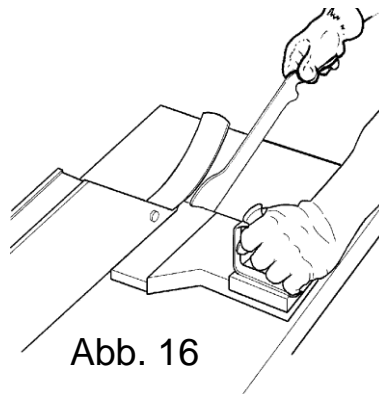

Abb. 16
- **Verwenden Sie die Schieber gleichzeitig**, um das Verletzungsrisiko zu vermindern (Abb. 16).